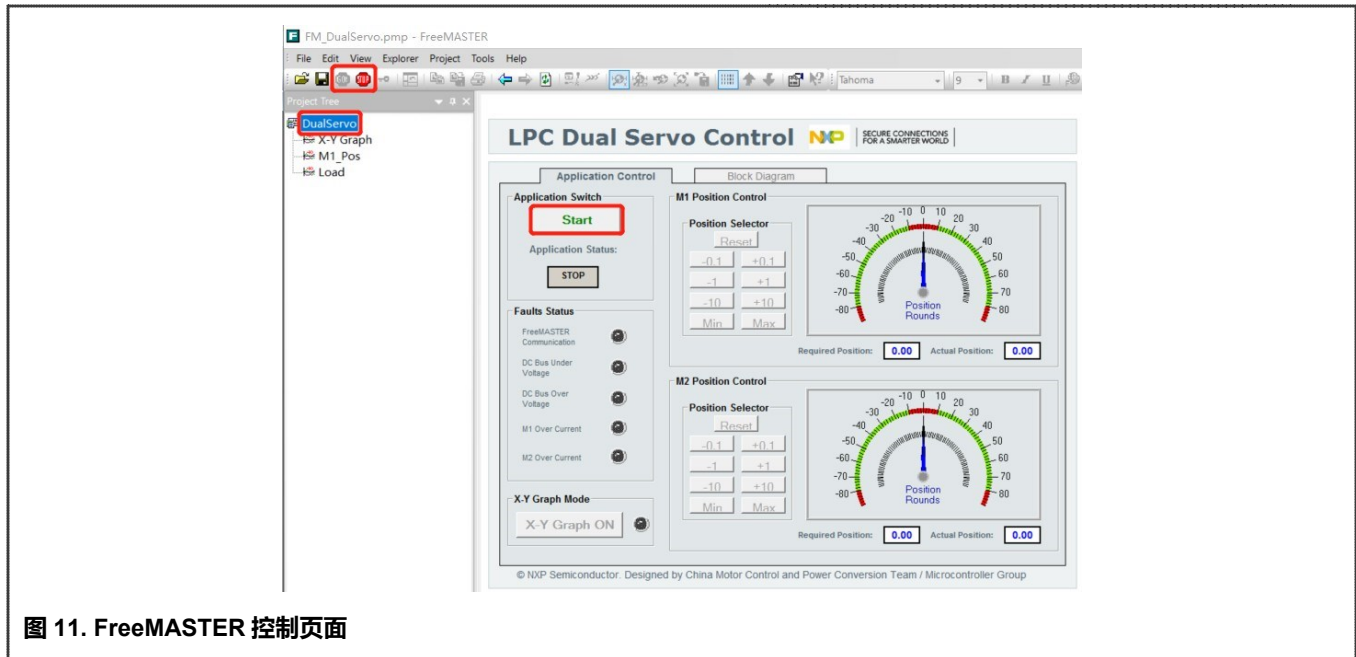

图 11. FreeMASTER 控制页面
5. 点击 GO！按钮，启用 PC 和 LPC553x/LPC55S3x 之间的通信，如图 11 所示。